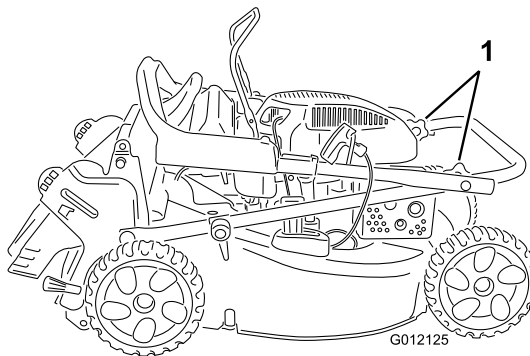

Figura 3
1. Allentate le manopole superiori della stegola (Figura 3).
- Serrate saldamente le manopole della stegola a mano (Figura 3).